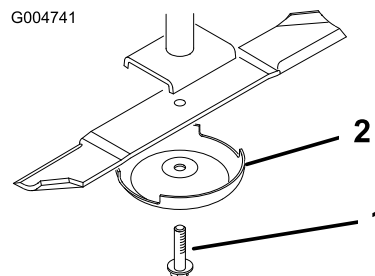

Figura 117
3. Togliete il bullone, la coppa antistrappo e la lama dall'asse del mandrino (Figura 117).